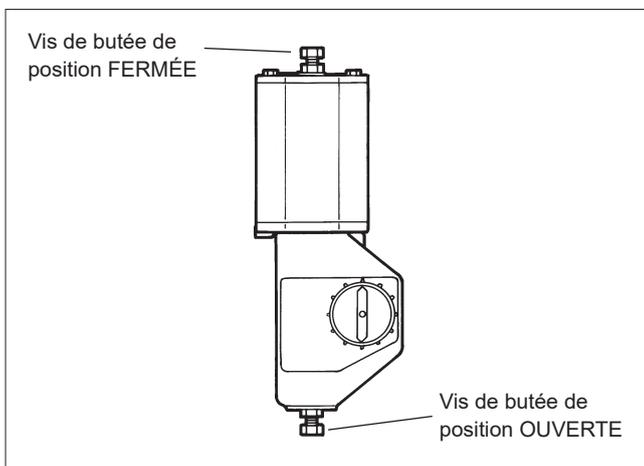

Fig. 38 Positions ouverte et fermée d'un actionneur B1
- Amener le piston de l'actionneur à sa position extrême vers l'extérieur et mettre la vanne en position fermée (cf. fig. 38).
- Ajuster les positions ouverte et fermée (limites de la course du piston) à l'aide des vis de butée de l'actionneur (cf. fig. 38). L'angle d'ouverture correct est de 90°, à l'exception de la vanne R2_S, pour laquelle il est de 70°. La position précise peut se constater à l'intérieur du passage. Vérifier que la flèche jaune indique la position du segment. **Attention impérativement à ne pas mettre les doigts dans le passage !**